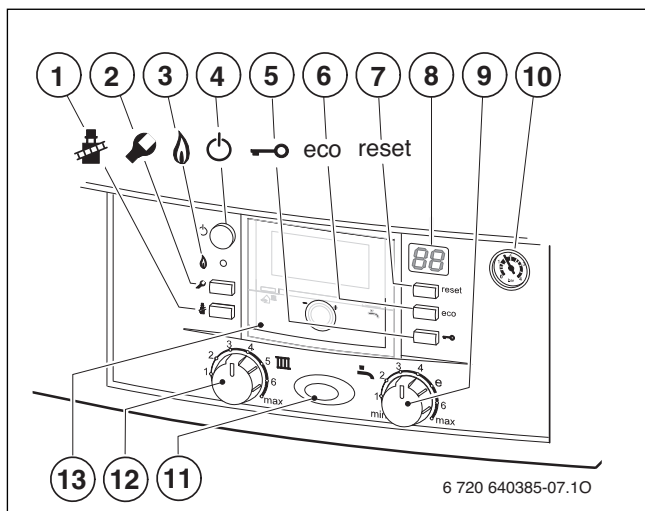

Fig. 7
- Régulateur en fonction de la température extérieure intégré dans l'appareil, → fig. 7, [13], page 17.